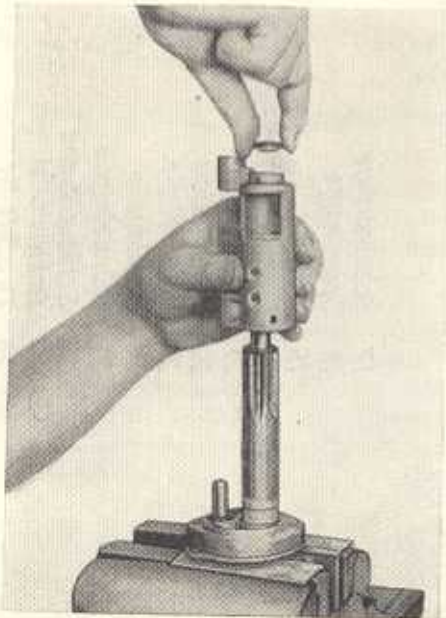

Bild F 22. Montieren der Ritzellagerung
10. Komplette Ritzellagerung wie Bild F 22 am Ritzelflansch im Schraubstock einspannen. Sicherungsblech an der Sechskantmutter zurückschlagen und Sechskantmutter abschrauben. Alle Einzelteile können nun nacheinander vom Ritzelschaft abgezogen werden.